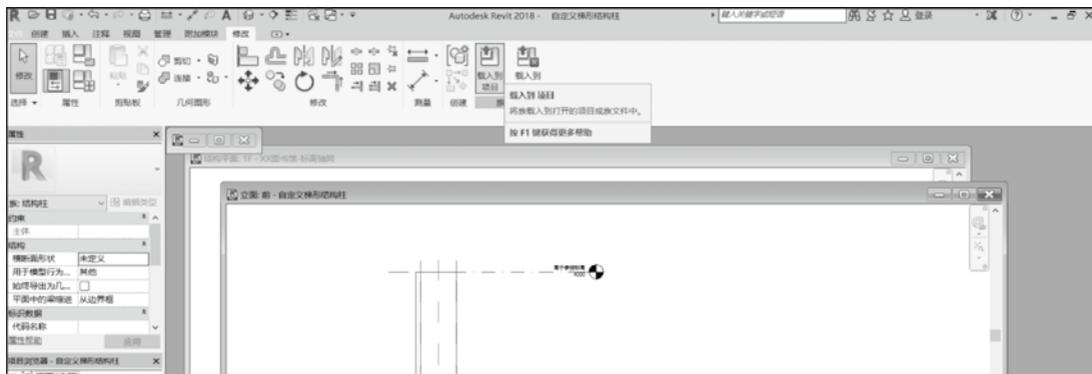

图 3.1.18 载入到项目
(8) 单击“族编辑器”面板中的“载入到项目”，将创建好的结构柱载入到“××图书馆”项目中，如图 3.1.18 所示。